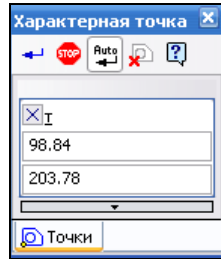

Рис. 2.35. Панель свойств: **Характерная точка**
- ◆ если у вас была задана характерная точка, то для ее удаления ранее нажмите активизированную кнопку **Удалить характерную точку**  на Панели специального управления Панели свойств (рис. 2.35);